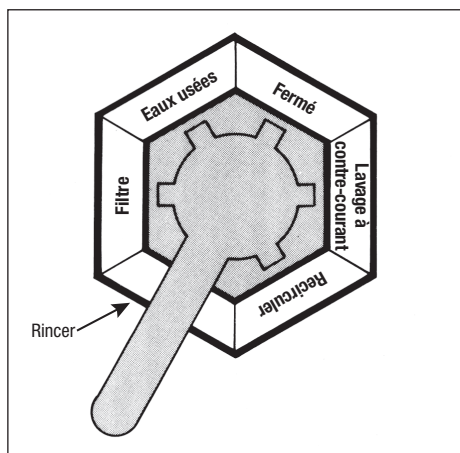

Figure 8. Positions de la poignée de la vanne de dérivation
- Le débit d'eau à travers un filtre à TD est contrôlé par une vanne de lavage à contre-courant en option ou une vanne de dérivation à deux (2) ou trois (3) ports.
- La poignée située au-dessus de la vanne de lavage à contre-courant ou de la vanne de dérivation peut être déplacée dans différentes positions. La fonction de chaque poste est décrite ci-dessous. Voir la Figure 8.
5. Voir la Figure 8 pour la disposition des grilles filtrantes dans l'ensemble de grille de filtre.